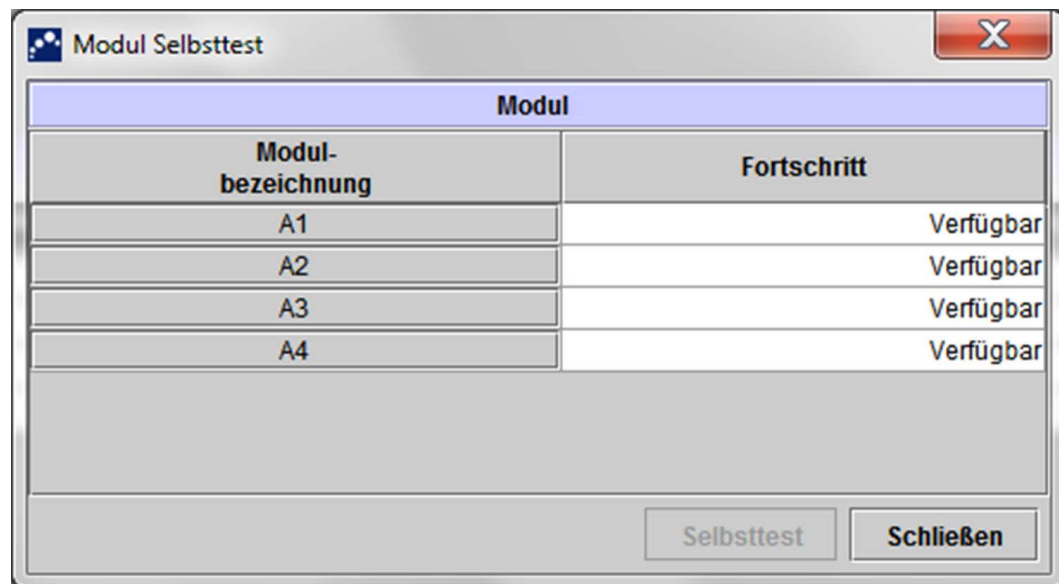

Abbildung 9-34. Dialogfeld „Modul Selbsttest“
3. Klicken Sie in der Menüleiste auf **Wartung** und wählen Sie **Selbsttest durchführen**. Das Dialogfeld „Selbsttest des Moduls“ wird angezeigt. Siehe Abbildung 9-34.